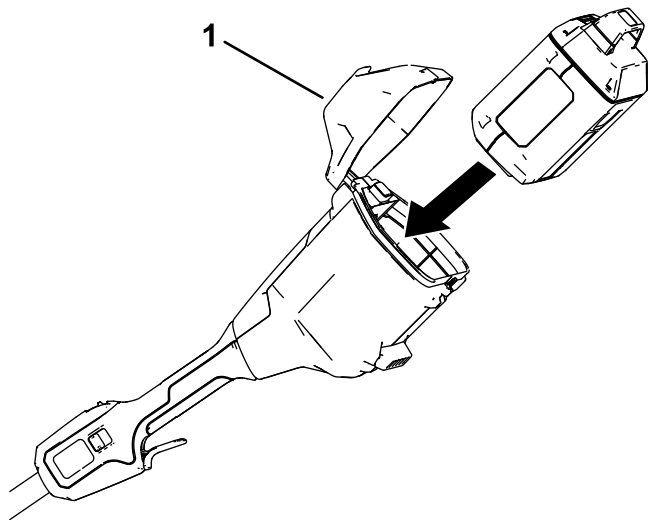

Figur 7
1. Se till att luftintagen på maskinens baksida är fria från snö och is (Figur 7).